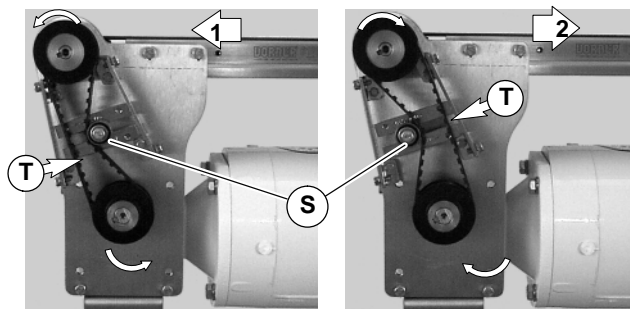

Abbildung 19
5. Je nach Laufrichtung des Fördergurtes (1 oder 2 der Abb. 19) Lage der Zahnriemen-Spannvorrichtung S wie gezeigt positionieren. Zahnriemen so spannen, bis eine Durchbiegung von 3 mm bei einer Kraft von 4,3 N am mittleren Punkt (T) des Zahnriemens erreicht ist. Die Spannvorrichtung mit 51 Nm festziehen.